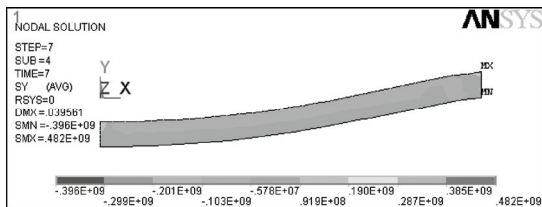

图 5-78 Y 方向应力等值线图
7) 选择 Main Menu | General Postproc | Plot Results | Contour Plot | Nodal Solu 命令, 出现 Contour Nodal Solution Data 对话框, 在 Item to be contoured 列表框中选择 Nodal Solution | Stress | Y-Component of stress, 单击 OK 按钮, ANSYS 窗口将显示如图 5-78 所示的 Y 方向应力等值线图。